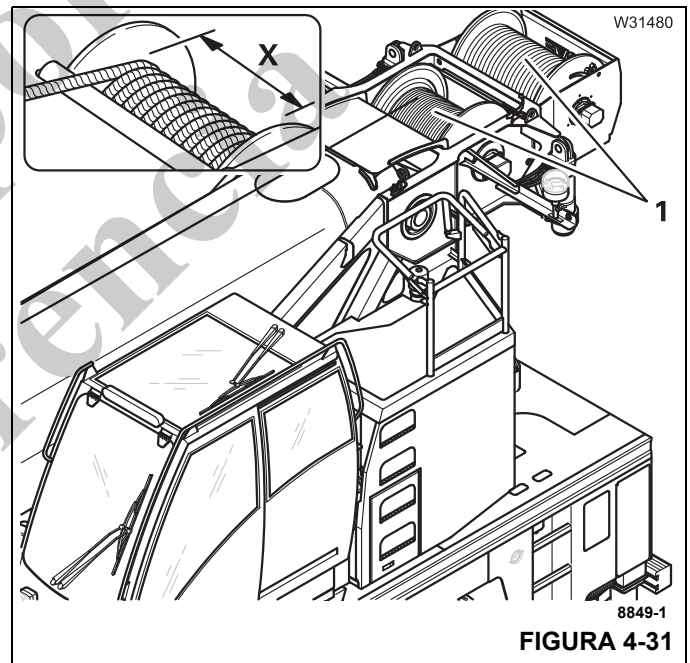

FIGURA 4-31
- Cuando sea posible, revise el largo total del enrollado de los cables (1, Figura 4-31).